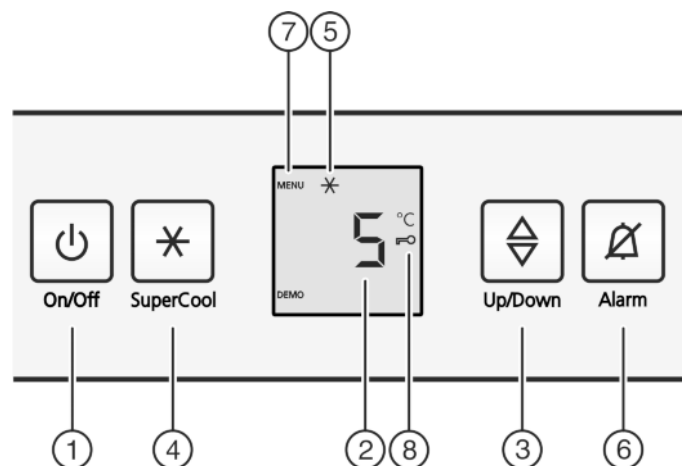

Fig. 2
- ▶ Aan/uit-toets *Fig. 2 (1)* indrukken.
- ▶ Toets SuperCool *Fig. 2 (4)* ca. 5 seconden indrukken.
- ▷ Op de display wordt het symbool Menu *Fig. 2 (7)* weergegeven.
- ▶ Met de toets SuperCool *Fig. 2 (4)* kort bevestigen.
- ▷ Het symbool Kinderbeveiliging *Fig. 2 (8)* op de display gaat branden.
- ▶ Met de toets SuperCool *Fig. 2 (4)* bevestigen.
- ▶ De toets On/Off *Fig. 2 (1)* kort indrukken.
- ▶ Toets Alarm *Fig. 2 (6)* indrukken.
- ▶ Temperatuurfunctie oproepen: Druk de insteltoets *Fig. 2 (3)* in.
- ▶ Temperatuur in 1 °C stappen wijzigen: Druk de insteltoets *Fig. 2 (3)* net zo vaak in, totdat de gewenste temperatuur op het temperatuursdisplay oplicht.
- ▶ Toets SuperCool Fig. 2 (4) kort indrukken.
- ▷ Het symbool SuperCool Fig. 2 (5) is verlicht in de display.
- ▷ Het symbool SuperCool Fig. 2 (5) in de display gaat uit.